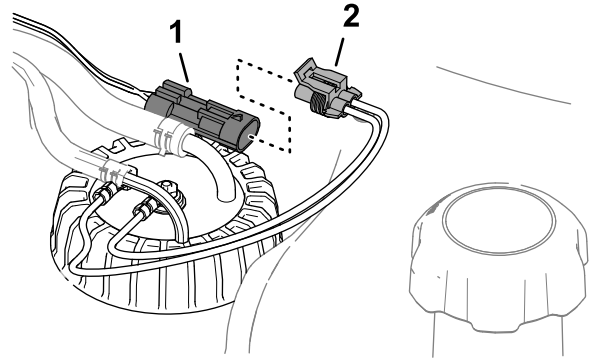

**Figura 118**
2. Rimuovete le 5 viti Phillips che fissano il coperchio del trasmettitore di livello carburante al serbatoio del carburante, quindi rimuovete il coperchio (Figura 118).